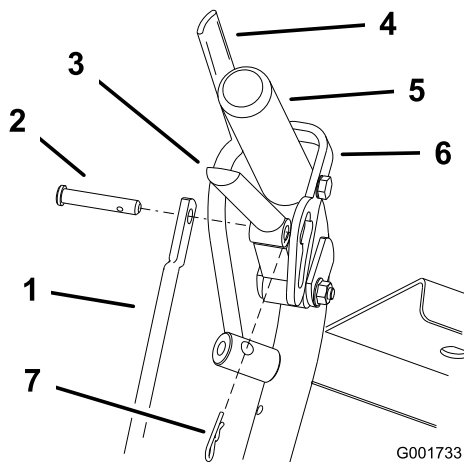

Figure 42
1. Ajustez la longueur de la tige en relâchant le levier de déplacement et en enlevant la goupille fendue et l'axe de chape. Tournez la tige dans la fixation (Figure 42).
4. Placez l'axe de chape dans le levier de déplacement (Figure 42).
6. Placez la goupille fendue entre les leviers de déplacement et les verrous de point mort, et dans les axes de chape (Figure 42).